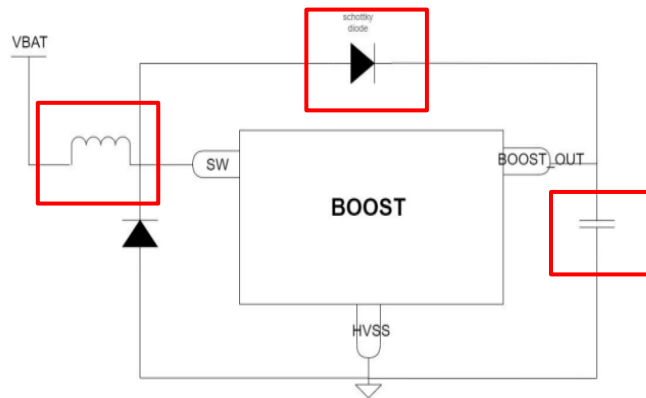

图2.2 ENS001 的BOOST电路示意图
- **SW1/2/3/4/5:** BOOST升压路径有两种模式可供选择，即内部模式和外部模式，在使用内部模式下，使用芯片内集成的MOS管，肖特基二极管，电压反馈电路（过压保护），芯片的SW引脚连接内部MOS管的漏极D。设计电路时仅需要外加（图 2.2 红框中）功率电感、肖特基二极管（与内部并联）、电容组成完整的BOOST电路。